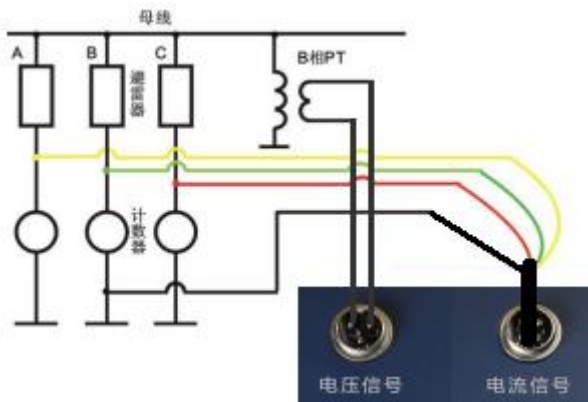

图 2 有线模式（X:三相同测）测试接线示意图
1) 有线模式（测试相序：X，三相同测）选择该模式，三相同测时，仪器具有抗干扰、角度自动补偿的功能。测试接线示意图，见图 2，